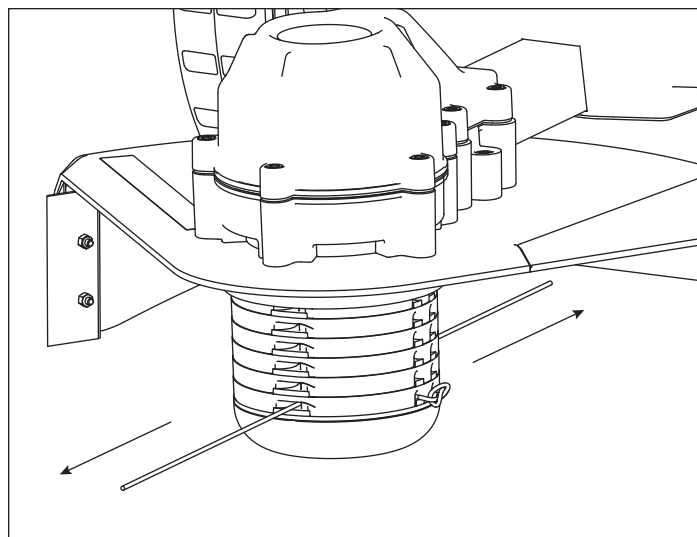

Figure 4
5. Pousser et tirer sur le fil de coupe jusqu'à ce que le nœud touche la tête. Il doit à présent y avoir deux fils de coupe sortant de la tête par des trous opposés. Utilisez un seul fil de coupe par niveau. L'utilisation de plus d'un fil peut provoquer un blocage de la tête. **VOIR FIGURE 4**